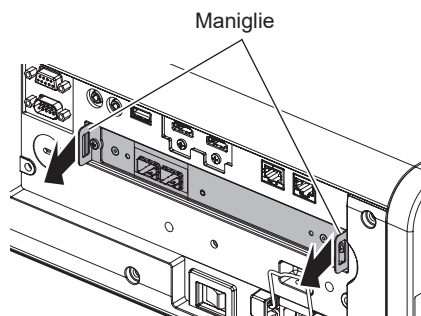

Fig. 1
1) Rimuovere la scheda funzione. (Fig. 1)